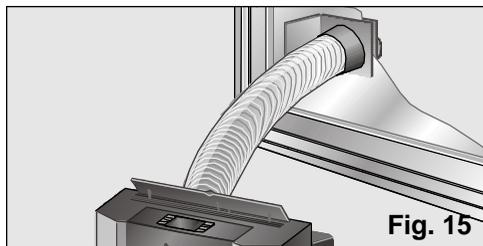

Fig. 15
- En el caso de instalación fija a través de ventana, sólo se utiliza la pieza terminal transparente del accesorio y es necesario realizar un agujero en el cristal de un diámetro de 10,5 cm, **Fig. 15**.